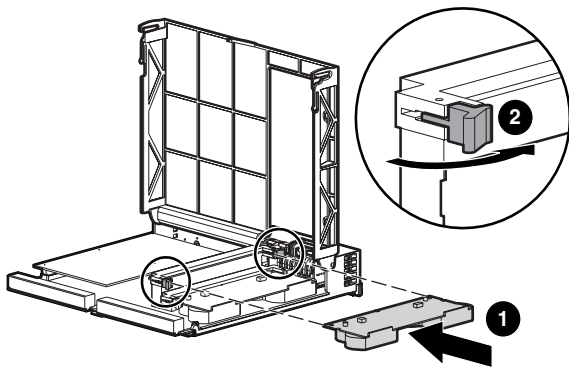

Abbildung 9: Einsetzen des Moduls
1. Schieben Sie das Modul in den Controller ❶. Vergewissern Sie sich, dass die seitlichen Verriegelungen ❷ ganz eingerastet sind. Siehe Abbildung 9.